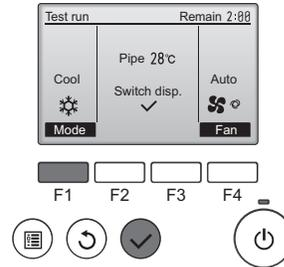

Fig. 9-3
- ① Appuyez sur la touche [F1] pour changer de mode de fonctionnement. (Fig. 9-3)